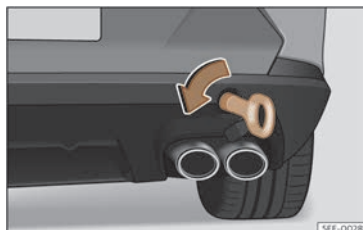

Fig. 204 No lado direito do parachoques traseiro: argola de remolque enroscada.
- Enrosque a argola de remolque na cavidade, xirándoa ao máximo **no sentido contrario ao das agullas do reloxo** >>> **fig. 204**, >>> ①. Use un obxecto adecuado co que poida enroscar totalmente e con firmeza a argola de remolque na súa cavidade.